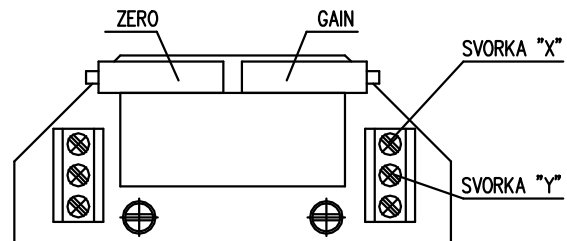

Рис. 11
4.6.2 EPV - 3-проводниковое включение (рис.11)
- Установте омический датчик на основании инструкции в предыдущей главе так, что величину сопротивления измеряйте на клеммах X-Y (рис.11). (употреблен датчик с сопротивлением 2000W или 100W)
- Поворачиванием устанавливающего триммера ZERO (рис.11) установите величину выходного сигнала тока, измеряемого на клеммах 81-82, на величину 0 мА или 4 мА.
- Поворачиванием устанавливающего триммера GAIN (рис.11) установите величину выходного сигнала тока, измеряемого на клеммах 81-82, на величину 20 мА или 5 мА.
Рис.11а